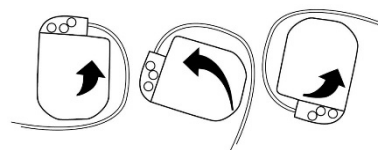

図 7
- (1) リード本体のねじれを防ぐため、ICD を回転させて余分なリードを ICD の周囲に緩やかに巻く(図 7)。